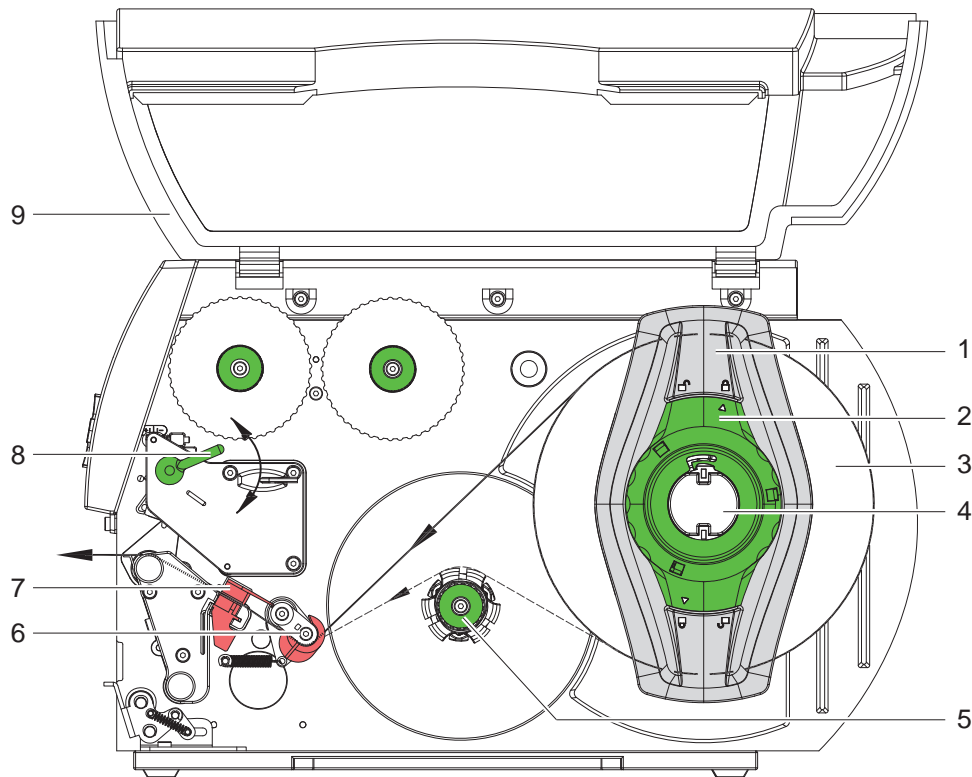

Figura 7 Colocar los rollos de etiquetas
- Girar la palanca (Figura 7, pos. 8) en el sentido de las agujas del reloj para bloquear el cabezal de impresión.